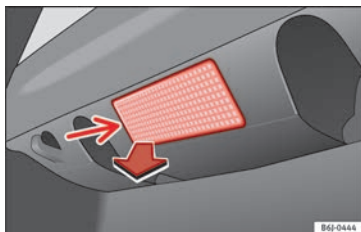

Bild 194 Bakluckeljus.
- Ta ut glödlampan genom att trycka på insidans kant med den flata sidan av en skruvmejsel » **bild 194**.